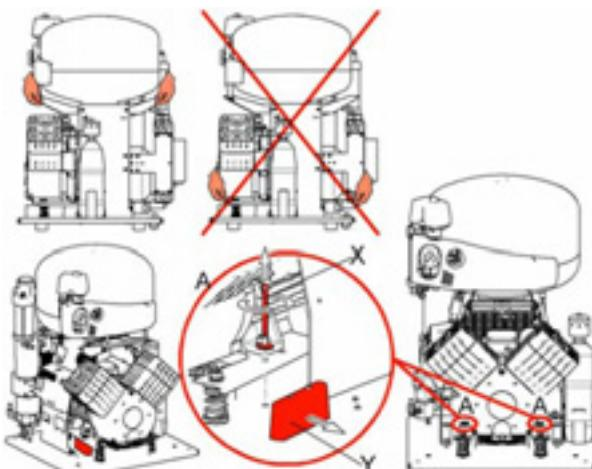

Bild.8 Abfixierung
DK50 2x2V/110/M (Bild.8)**
**Dentalkompressor im Gehäuse DK50 2VS (Bild.6, Bild.8)**
**Dentalkompressor im Gehäuse DK50 2VS/M (Bild.6, Bild.8)**